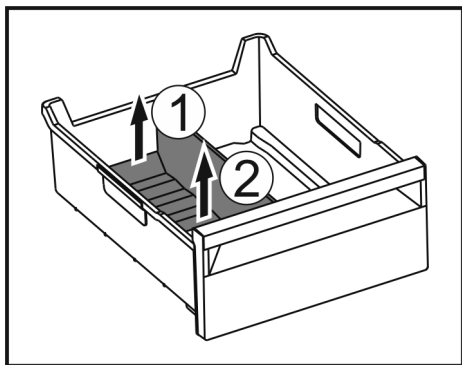

Fig. 139
- ▶ Приподнимите заднюю часть разделителя отделения для льда. Fig. 139 (1)
- ▶ Извлеките разделитель отделения для льда движением вверх. Fig. 139 (2)